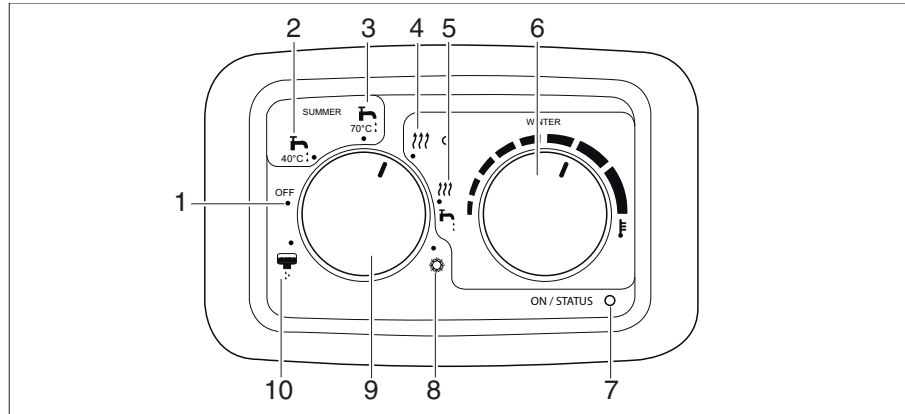

Bild 213 Panel Webasto Dieselheizung
Das Heizgerät wird für die Bereitstellung von warmem Trinkwasser genutzt. Das Wasser wird aufgeheizt und auf Temperaturen von 40°C oder 70°C gehalten. Der Heizluftventilator zur Beheizung des Innenraums ist nicht aktiviert. Fällt die Wassertemperatur unter einen bestimmten Wert, wird die Verbrennung erneut gestartet. Die Anzeige (Bild 213,7) am Bedienelement leuchtet grün, solange das Gerät eingeschaltet ist.
**Einschalten:** ■ Betriebswahlschalter (Bild 213,9) auf Sommerbetrieb, Wassertemperatur 40 °C (Bild 213,2) oder 70 °C (Bild 213,3) einstellen.
Die Leistungsanzeige (Bild 213,7) leuchtet grün und die Anzeige am Betriebswahlschalter (Bild 213,9) leuchtet rot auf.
**Ausschalten:** ■ Betriebswahlschalter (Bild 213,9) auf „Off“ (Bild 213,1) stellen.
- Innentemperaturwahlschalter (Bild 213,6) auf die gewünschte Thermostateinstellung für Innentemperatur einstellen.
- Betriebswahlschalter (Bild 213,9) auf Winterbetrieb, Heizen ohne Warmwasserbereitung (Bild 213,4) einstellen.
Die Leistungsanzeige (Bild 213,7) leuchtet grün und die Anzeigen am Betriebswahlschalter (Bild 213,9) und Innentemperaturwahlschalter leuchten rot auf.
- Betriebswahlschalter (Bild 213,9) auf „Off“ (Bild 213,1) stellen.
- Betriebswahlschalter (Bild 213,9) auf Winterbetrieb, Heizen mit Warmwasserbereitung (Bild 213,4) einstellen.
Enthält der Boiler kein Wasser und Winterbetrieb, Heizen mit Warmwasserbereitung wird gewählt, wird eine Warnung am Bedienelement ausgegeben. Die grüne LED neben Winterbetrieb, Heizen mit Warmwasserbereitung (Bild 213,4) beginnt zu blinken.